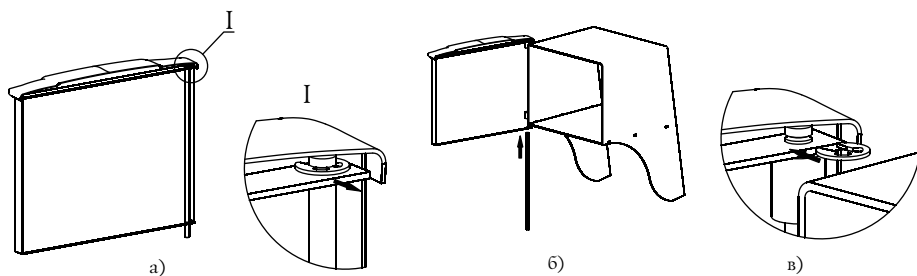

Рисунок 4. Установка дверцы при монтаже печи «Бирюса 2013»
1. Извлеките ось из дверцы, предварительно сняв упорную быстръемную шайбу, рисунок 4а;
3. Вставьте ось через отверстия снизу вверх, с расположением канавки под шайбу в верхней части оси, рисунок 4.б;
4. Установите упорную быстросъемную шайбу в канавку на оси, рисунок 4.в;